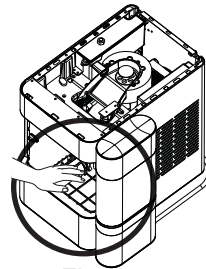

Figure 5
- Nettoyez les capteurs avec du vinaigre et essuyez avec de l'eau. Voir les figures 5, 6 et 7 pour référencer l'emplacement des capteurs. L'apparence peut varier selon le modèle.